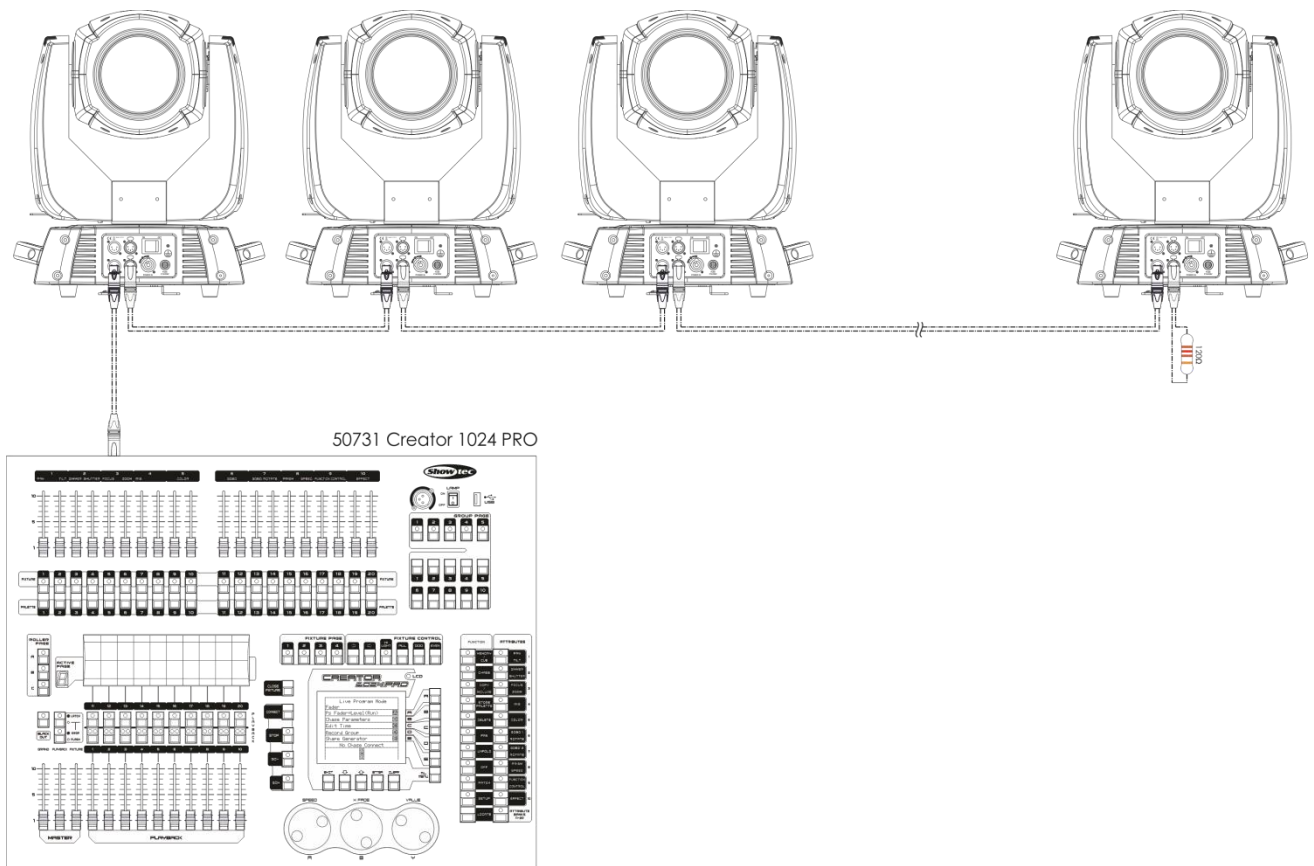

Abb. 03
- 05) Verbinden Sie die Geräte wie in Abb. 03 abgebildet. Verwenden Sie ein DMX-Datenkabel, um den Ausgang (OUT) des ersten Geräts mit dem Eingang (IN) des zweiten Geräts zu verbinden. Wiederholen Sie diesen Vorgang, um das zweite, dritte und vierte Gerät ebenfalls zu verbinden.